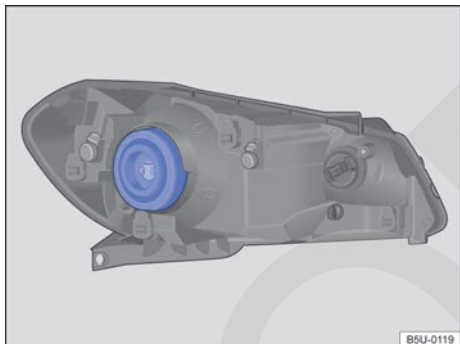

Fig. 179 En el compartimento del motor: ubicación de la lámpara incandescente del farol bajo / alto.
4. Retirar la cubierta de goma en la parte trasera del farol ⇒ fig. 179.